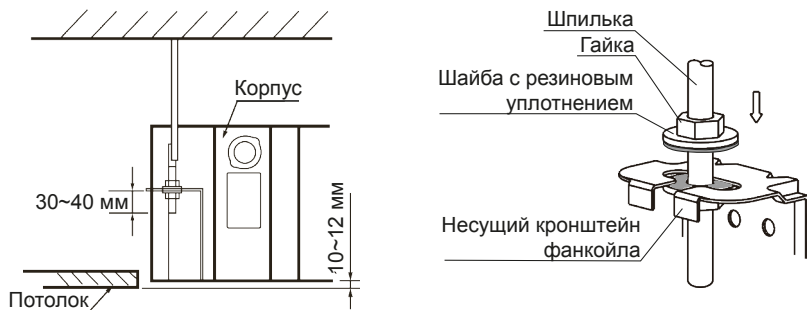

Рис. 1
- Лицевая панель должна закрывать подвесы, поэтому отмерьте необходимую длину подвесов заранее. Расстояние между нижним краем фанкойла и лицевой стороной подвесного потолка должно быть 10–12 мм (рис. 1).